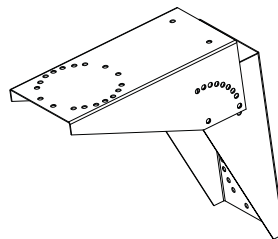
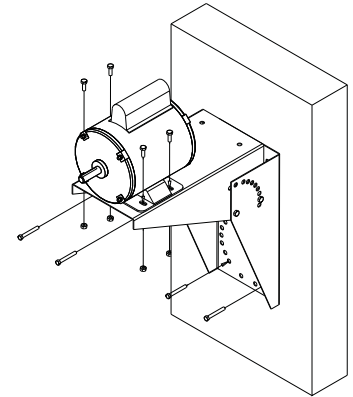

Figura 4 — Conjunto de Soporte
Figura 5 — Montaje del Soporte (Cabezal del Circulador no Mostrado)
2. Inserte la parte más ancha del reborde de un soporte dentro de la parte más ancha del reborde del segundo soporte, formando una "V", como se muestra en la Figura 4.
3. Coloque el soporte en el ángulo que desee pivotando las dos piezas. Cuando se encuentre en el ángulo que desee, inserte los (4) pernos, (2) en cada lado donde se alinean los orificios.
5. Monte el soporte en la pared, como se muestra en la Figura 5. Use piezas metálicas apropiadas (proporcionadas por otros).